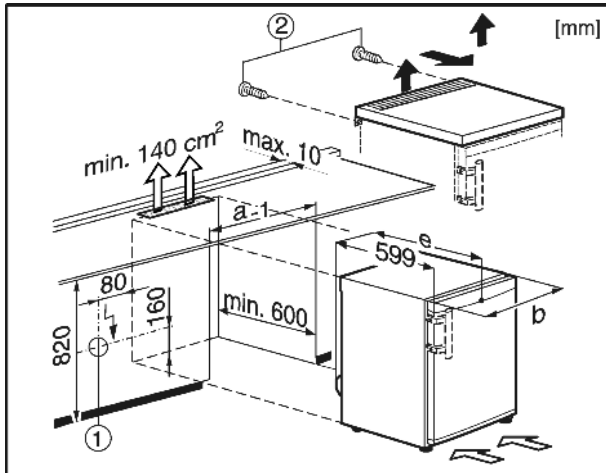

Fig. 7
La prise Fig. 7 (1) ne doit alors pas se trouver à l'arrière de l'appareil pour être facilement accessible.
- ▶ Retirez les vis Fig. 7 (2) à l'arrière.